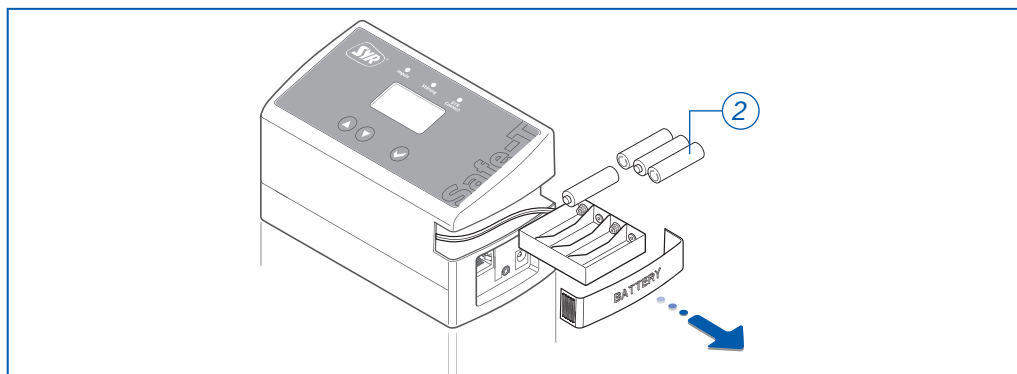

Fig. 9: Colocación de las pilas
- ▶ Coloque cuatro pilas (2, fig. 9; AAA) en el compartimento de pilas del sistema de control. Preste atención a la polaridad.